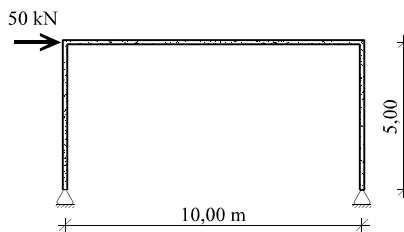

Figura 17
17) Dibujar y acotar la ley de momentos flectores del pórtico de la figura 17.